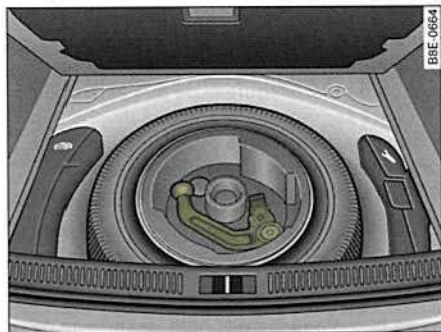

Fig. 194 Maletero:
- Para vehículos con rueda de repuesto ⇒ fig. 194.